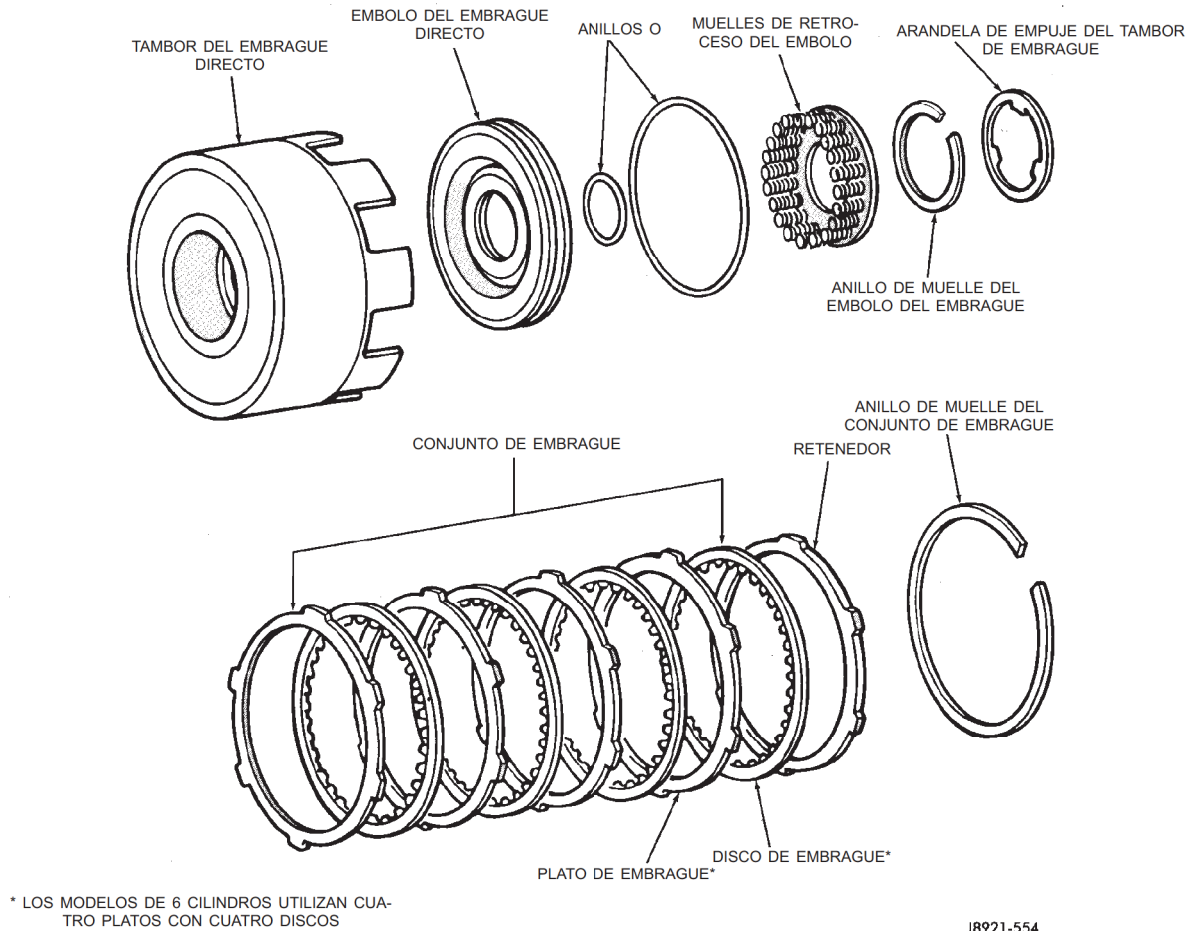

Fig. 235 Componentes del embrague directo
- (1) Lubrique e instale los anillos O de reemplazo en el émbolo del embrague (Fig. 235).
- (2) Instale el émbolo del embrague en el tambor e instale los muelles de retroceso en el émbolo.